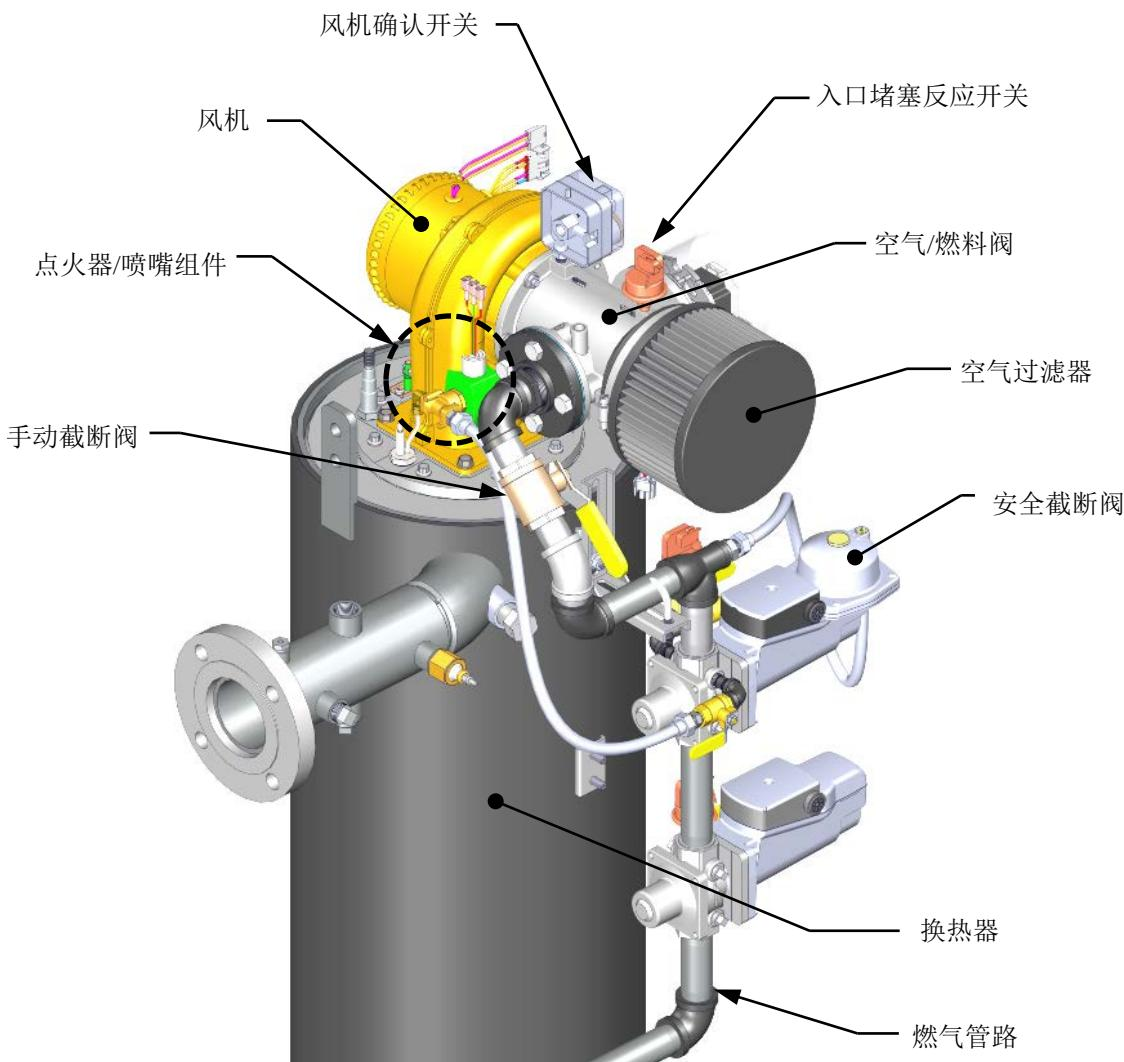

图 6-3：锅炉 - 部分视图
3. 关闭位于安全截断阀 (SSOV) 与空气/燃料阀之间的手动燃气截断阀（参见图 6-3）。
8. 在确认火焰后，关闭位于 SSOV（图 6-3）与空气/燃料阀之间的手动燃气阀。
这些测试将检查图 6-3 所示的风机确认开关和入口堵塞反应开关。
6. 使用厚实、扁平的物体（例如厚夹板或厚金属板）盖住空气/燃料阀的入口（此处将空气过滤器拆除）（参见图 6-3）。